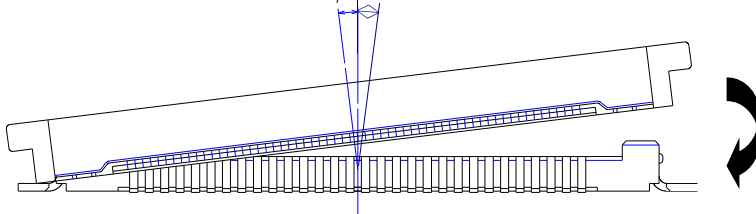

Fig.10 片側が先に嵌合した状態 (挿入許容角度)
- ・The connector insertion angle allowance is given in Fig.10.